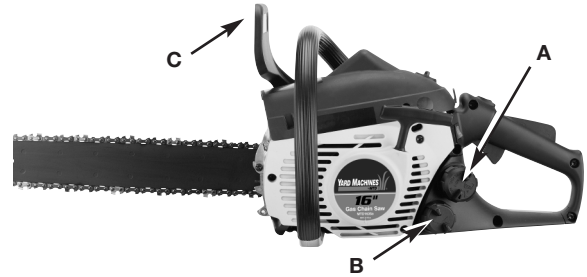

Fig. 3
1. Mezcle la gasolina con el aceite. Llene el depósito de combustible (A Fig. 3) con una mezcla de combustible/aceite. Consulte las Instrucciones de Mezcla de Combustible y Aceite.
3. Asegúrese de que el Freno de Cadena® está desconectado(C) antes de arrancar la unidad (Fig. 3).